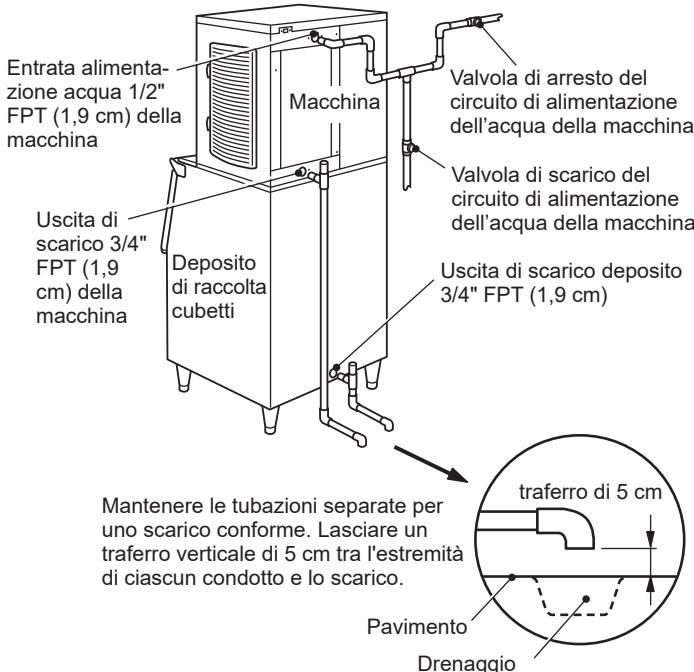

Fig. 7
- * Per un corretto flusso di drenaggio è necessario un raccordo a T forato. Vedere Fig. 7.
- * Il circuito di scarico della macchina e il circuito di scarico del deposito di raccolta/distributore devono funzionare separatamente. Vedere Fig. 7.